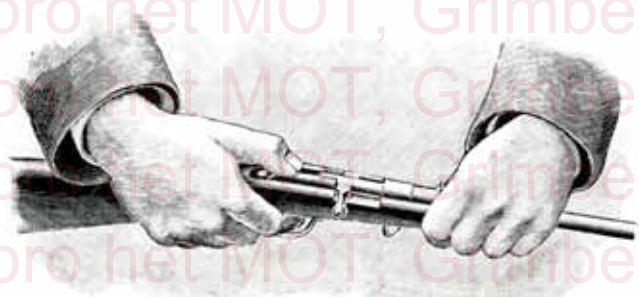

FIG. 5.
**Sûreté.** — On met le percuteur à l'abattu en maintenant le verrou avec le pouce, en déclanchant la détente avec l'index et en laissant aller le verrou du percuteur doucement en avant (fig. 5).